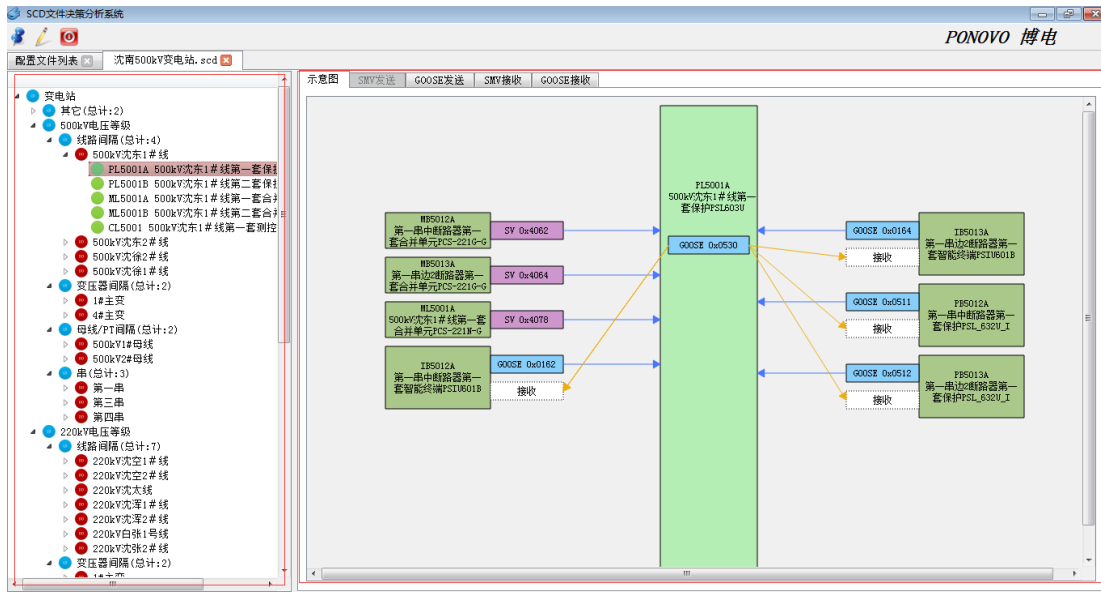
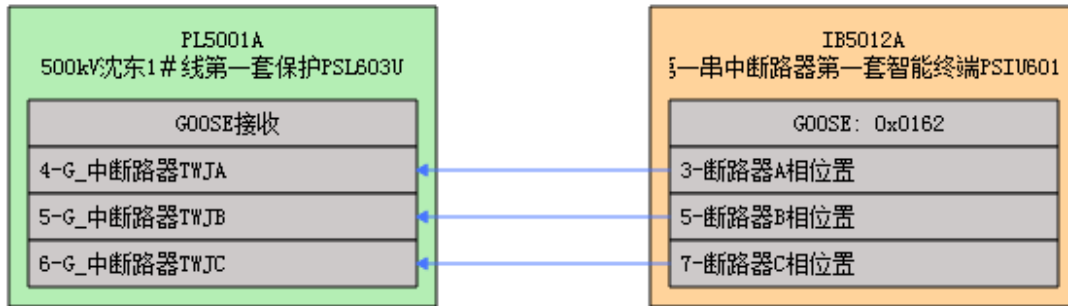

图 4-1-2 IED 拓扑图
图 4-1-3 GOOSE 虚端子联系图
双击需要可视化的 SCD 文件的文件名，工具将 SCD 文件中虚端子连线关系视图化，如图 4-1-2 所示。
1) 根据 SCD 文件下 IED 命名规范，自动将保护设备按电压等级、间隔类型、A 或 B 套设备、IED 设备分类。不同显示模块标注不同颜色，如图 4-1-2 所示，电压等级、间隔类
2) 自动获取 SCD 文件中 GOOSE 和 SMV 信息，根据 GOOSE 发布、订阅关系及 SMV 的输出和输入关系生成二次回路图，所生成的回路图从两个层面进行展示。第一层所展示的是各个 IED 拓扑图。如图 4-1-2 所示，每个 IED 拓扑图包括 GOOSE 和 SMV 的输入、输出两部分内容，采用类似芯片封装的设计方法，在管脚处显示描述、MAC 地址、APPID 等主要参数。第二层所展示的是各 IED 每个输入和输出虚拟端子和虚拟二次回路。比如 GOOSE 数据集中每个端子到另一 IED 相应端子的接线，如图 4-1-3 所示。